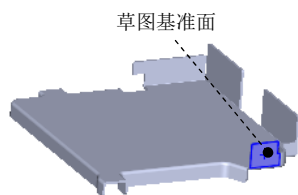
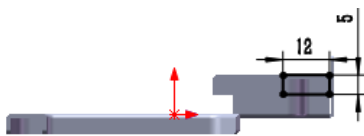
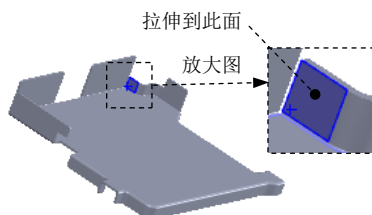

图 7.6.35 切除-拉伸 2
图 7.6.36 横断面草图
图 7.6.37 拉伸到模型表面
Step21. 创建图 7.6.35 所示的钣金特征——切除-拉伸 2。选择下拉菜单 **插入(I)** → **切除(C)** → **拉伸(E)...** 命令；选取图 7.6.35 所示的模型表面为草图基准面，绘制图 7.6.36 所示的横断面草图；在 **方向1** 区域的下拉列表中选择 **成形到一面** 选项，拉伸到图 7.6.37 所示的模型表面；单击 按钮，完成切除-拉伸 2 的创建。